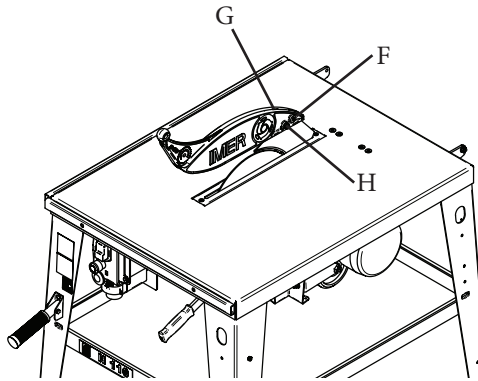

Fig. 6
La parte del disco que sobresale por encima de la mesa está protegida por un cáster de policarbonato [4] (fig.1). El cáster está fijado al tabique divisorio por dos tornillos [F] (fig.6).
- enroscar el tornillo [G] (fig.6) y la tuerca autobloqueante [H] (fig.6) hasta que el cáster no quede bloqueado en posición alzada;